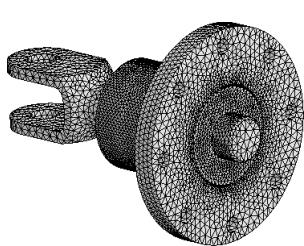

图 7.10.6 网格划分结果
(1) 局部控制一。单击“Mesh”工具栏中的 **Mesh Control** 按钮，在下拉列表中选择 **Contact Sizing** 选项，弹出“Details of ‘Contact Sizing’ - Contact Sizing”对话框；在对话框中的 **Contact Region** 下拉列表中选择 **Rough - SHAFT-BUSH To CONNECTOR-SHAFT** 选项，在 **Element Size** 文本框中输入数值 3.0，完成局部控制参数定义。
(2) 局部控制二。再次单击“Mesh”工具栏中的 **Mesh Control** 按钮，在其下拉列表中选择 **Contact Sizing** 选项，在“Details of ‘Contact Sizing’ -- Contact Sizing”对话框的 **Contact Region** 下拉列表中选择 **Rough - SHAFT-BUSH To OUT-BUSH** 选项，在 **Element Size** 文本框中输入数值 3.0，完成局部控制参数定义。
(3) 单击“Mesh”工具栏中的 **Update** 按钮，网格划分结果如图 7.10.6 所示。